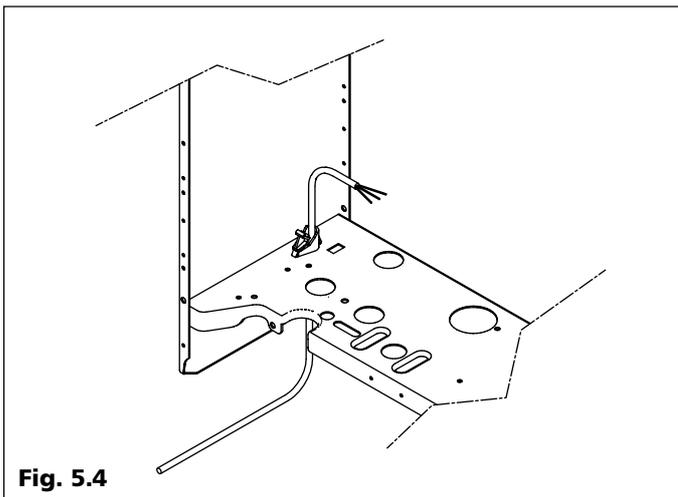

Fig. 5.4
- inserire il cavo dell'eventuale T.A. nell'apposito serracavo sul telaio (fig. 5.4);